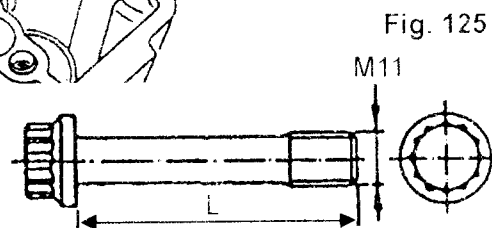

Fig. 125
**Nota:** Medir la longitud de la parte entrante del perno, y cambiar si 'L' supera los 53,6 mm (Fig. 125). Montar el tensor de cadena.